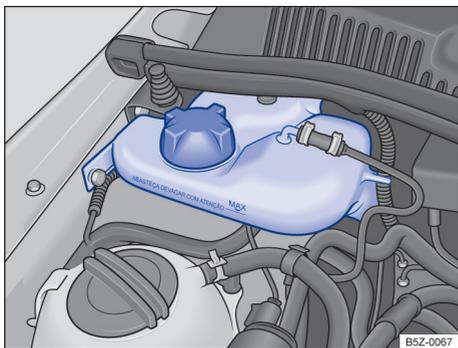

Fig. 160 No compartimento do motor: reservatório de gasolina para o sistema de partida a frio.
O reservatório de gasolina do sistema de partida a frio encontra-se no compartimento do motor, no lado direito → Fig. 160.
- Nunca ultrapassar a marca "MAX" indicada no reservatório → Fig. 160.